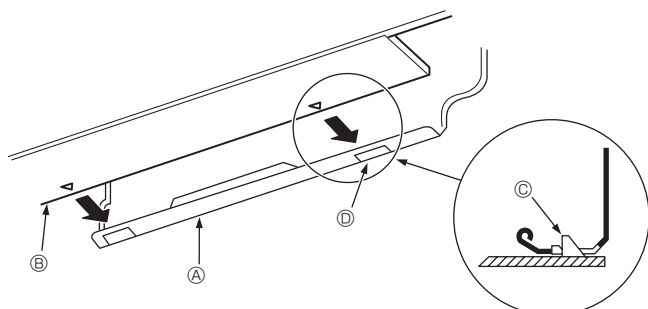

Fig. 3-10
3. För in kylmedelsrören och dräneringsslangen i väggens genomträngningshål (genomträngningshylsa) och häng samtidigt toppen av inomhusenheten på monteringspanelen ①.
5. Fäst genom att skjuta på den nedre delen av inomhusdelen på monteringspanelen ①. (Fig. 3-10)
* Kontrollera att knapparna på botten av inomhusenheten är säkert fasthakade på monteringspanelen ①.